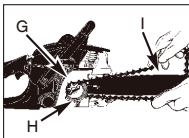

Fig. 3E
8. Pase la cadena alrededor de la rueda (G) detrás del embrague (H). Asegúrese de que los eslabones encajan entre los dientes de la rueda. (Fig. 3E)
9. Guíe los eslabones de arrastre en la ranura (I) y alrededor del extremo de la espada. (Fig. 3E)